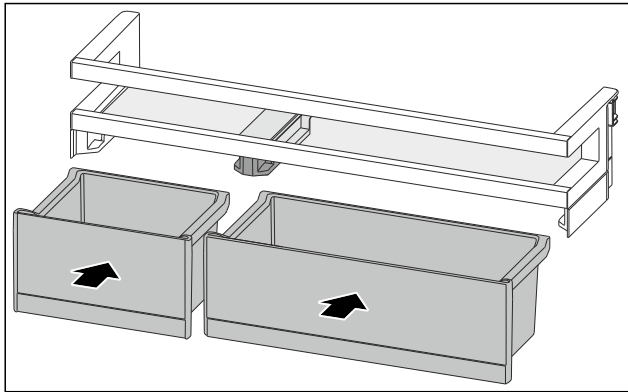

Fig. 113
- ▶ VarioBoxen in getauschter Anordnung einsetzen. (siehe Fig. 113)